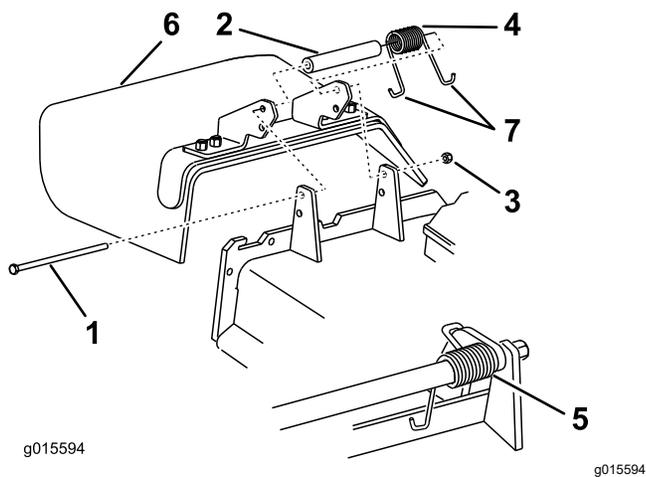

図 105
1. デフレクタをピボットブラケットに固定しているロックナット、ボルト、スプリング、スペーサを外す (図 105)。
2. 破損または古くなっているデフレクタを取り外す (図 105)。
注 必ず、スプリングのJフック端の1つをデッキエッジの後ろに引っ掛け、それからボルトを 図 105 のように取り付けてください。
6. J形端部のひとつをデフレクタに引っ掛ける 図 105。